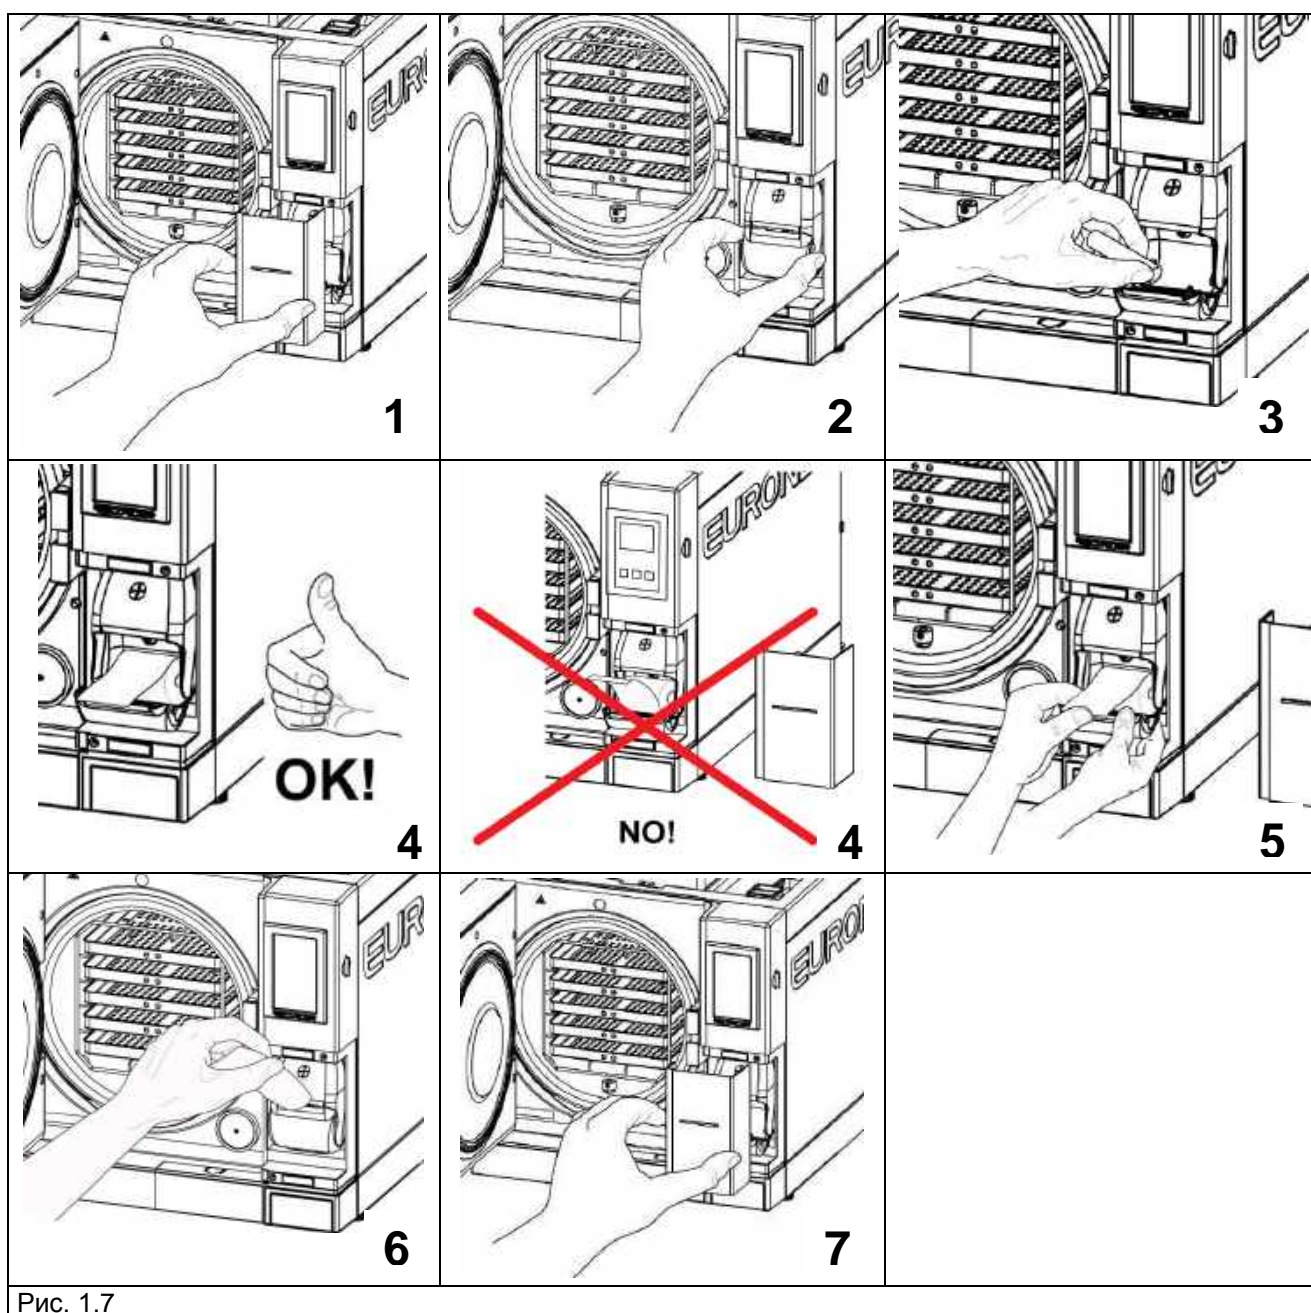

Рис. 1.7
4. Установить новый рулон, как показано на картинках ниже (Рис. 1.7). Убедиться, что рулон разматывается в правильном направлении.